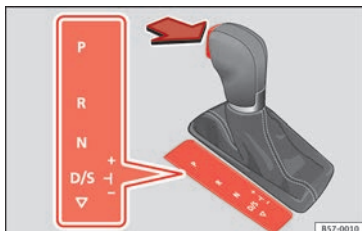

Fig. 181 Bloqueo de la palanca selectora.
- Pise el pedal de freno y, a la vez, mantenga pulsada la tecla de bloqueo en el sentido que indica la flecha» **fig. 181**.